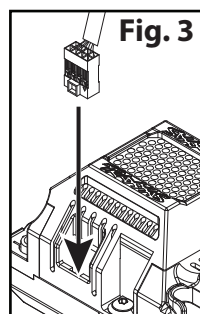

Fig. 3
4. Branchez le connecteur à 8 broches de l'amplificateur de puissance haute tension dans le port de l'accessoire de l'ESC (Fig. 3). Les feux et l'amplificateur s'allument lorsque le contrôleur de vitesse électronique est mis en marche.